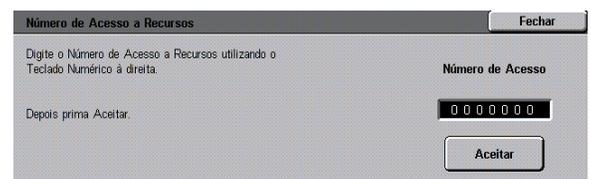

Figura 4: Ecrã Número de Acesso a Recursos
- 2 Prima a tecla **Recursos** para visualizar o ecrã Número de Acesso a Recursos, tal como ilustrado na Figura 4.